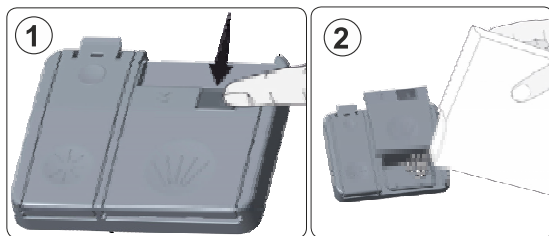

Рис. 5
- Крышка открывается нажатием кнопки (рис. 5, иллюстрация 1).
- Моющее средство необходимо закладывать перед самым началом цикла мойки (рис. 5, иллюстрация 2).